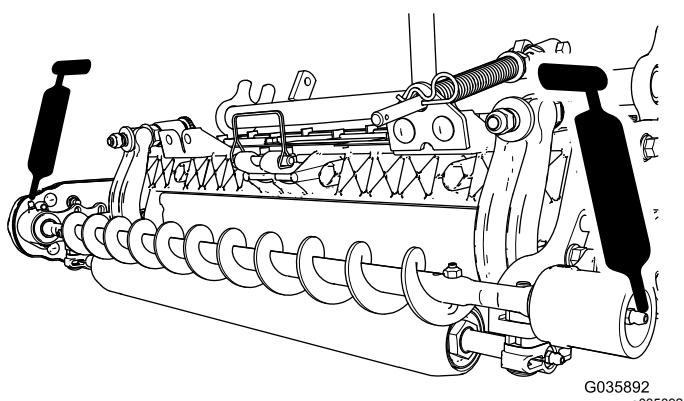

図 17
4. 左右のローラーブラシベアリングハウジングのグリス注入部から、No.2リチウム系汎用グリスを注入する図 17。